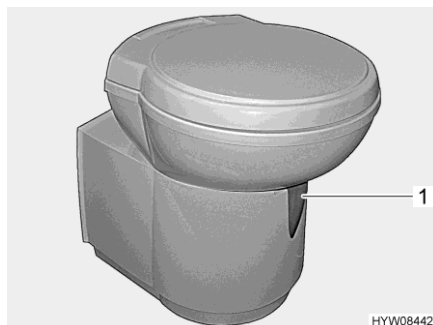

Fig. 160 Taza del inodoro Thetford (basculable)
- Antes del lavado, abrir la corredera del inodoro Thetford. Para ello, empujar la palanca de corredera (Fig. 160,1) en sentido contrario a las agujas del reloj.